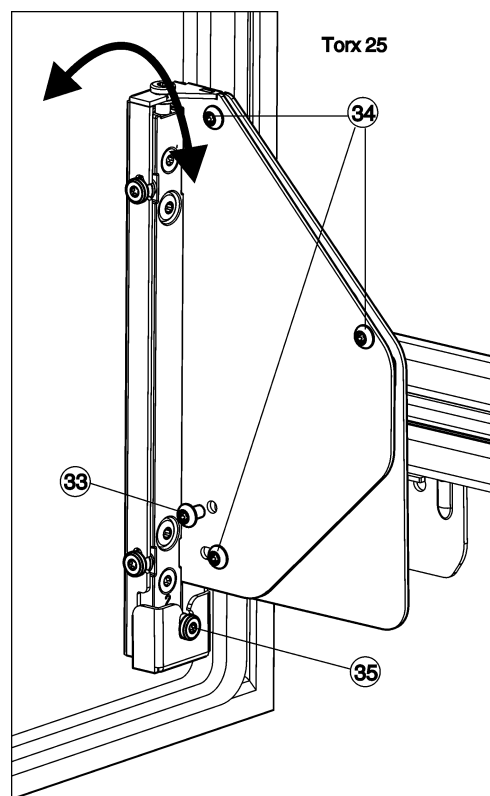

Fig. 30
- Die Schraube Fig. 30 (33) vollständig heraus-schrauben.
- ▷ Die Schraube Fig. 30 (33) entsorgen, sie wird nicht mehr benötigt.
- Schrauben Fig. 30 (34) mit 1 bis 2 Umdrehungen nur lösen.
- Verstellerschraube Fig. 30 (35) drehen. Im Uhrzeiger-sinn: die Tür oben neigt sich vom Gerätekörper weg. Entgegen dem Uhrzeigersinn: die Tür oben neigt sich zum Gerät und unten weg vom Gerätekörper.
- Nach Beendigung der Neigungsverstellung alle Schrauben Fig. 30 (34) wieder fest anziehen.